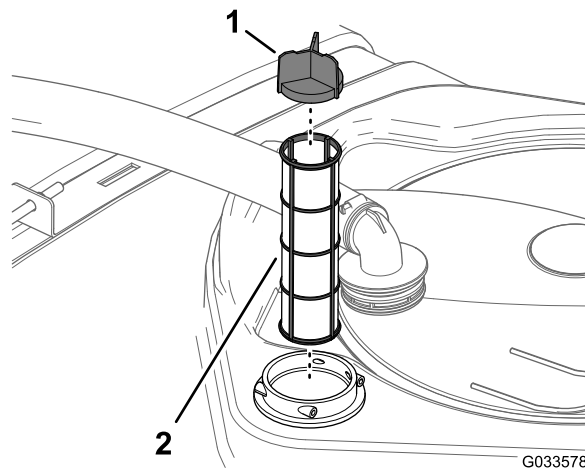

Figure 113
4. Retirez l'ancien filtre d'aspiration de son logement dans la cuve (Figure 113).